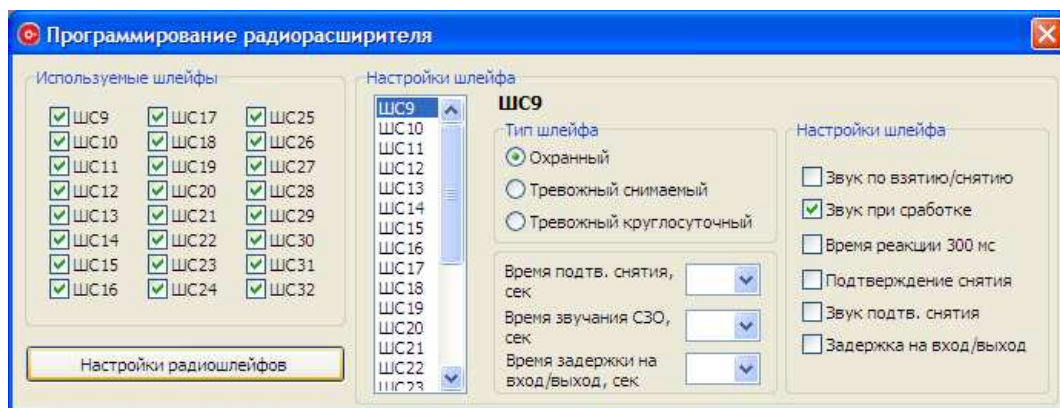

Рисунок 13.
3.2.7 Для каждого радиоканального ШС (рисунок 13) укажите его тип (поле «Тип шлейфа»), выберите из выпадающих списков необходимые числовые значения и отметьте необходимые параметры (поле «Настройки шлейфа»).